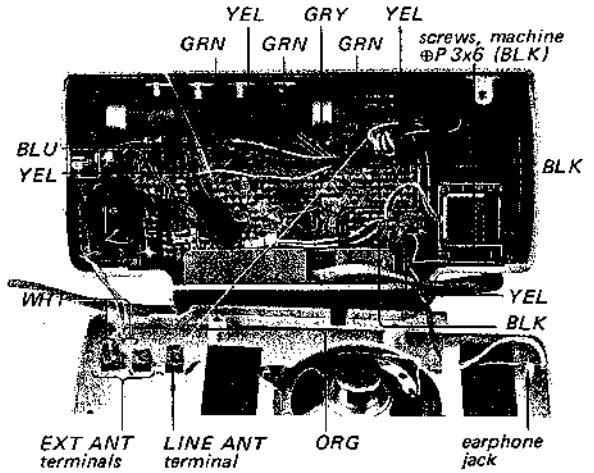

Fig. 2-3.
3. Ablöten des weißen Kabels am Anschluß EXT ANT, und des orangenen Kabels am Anschluß LINE ANT (Fig. 2-3).
4. Ablöten des schwarzen, gelben und grünen Kabels von der Ohrhörerbuchse und der Platine (Fig. 2-3).
5. Ablöten der zwei grünen und der zwei gelben Kabel vom Netztrafo auf der Platine (Fig. 2-3).
6. Ablöten des schwarzen, blauen, grünen, grauen und gelben Kabel von den Micro-Schaltern auf der Platine (Fig. 2-3).
8. Lösen der 2 Schrauben in der Platine (Fig. 2-3).
9. Entfernen der Platine in Richtung Pfeiles (Fig. 2-3).